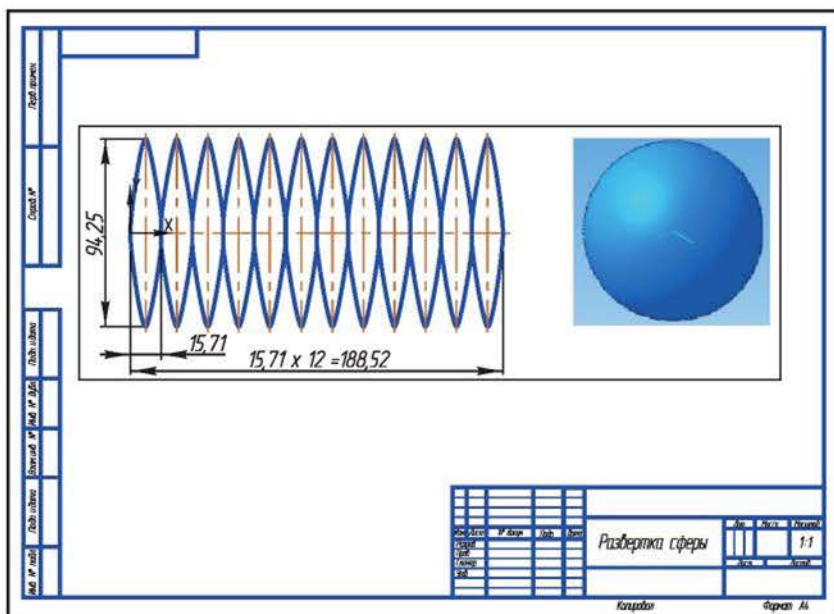

Рисунок 9.5 Чертеж развертки сферической поверхности
6. Система выполнит автоматическую генерацию чертежа развертки. Остается только вычертить осевые линии, проставить размеры и заполнить основную надпись (рисунок 9.5).